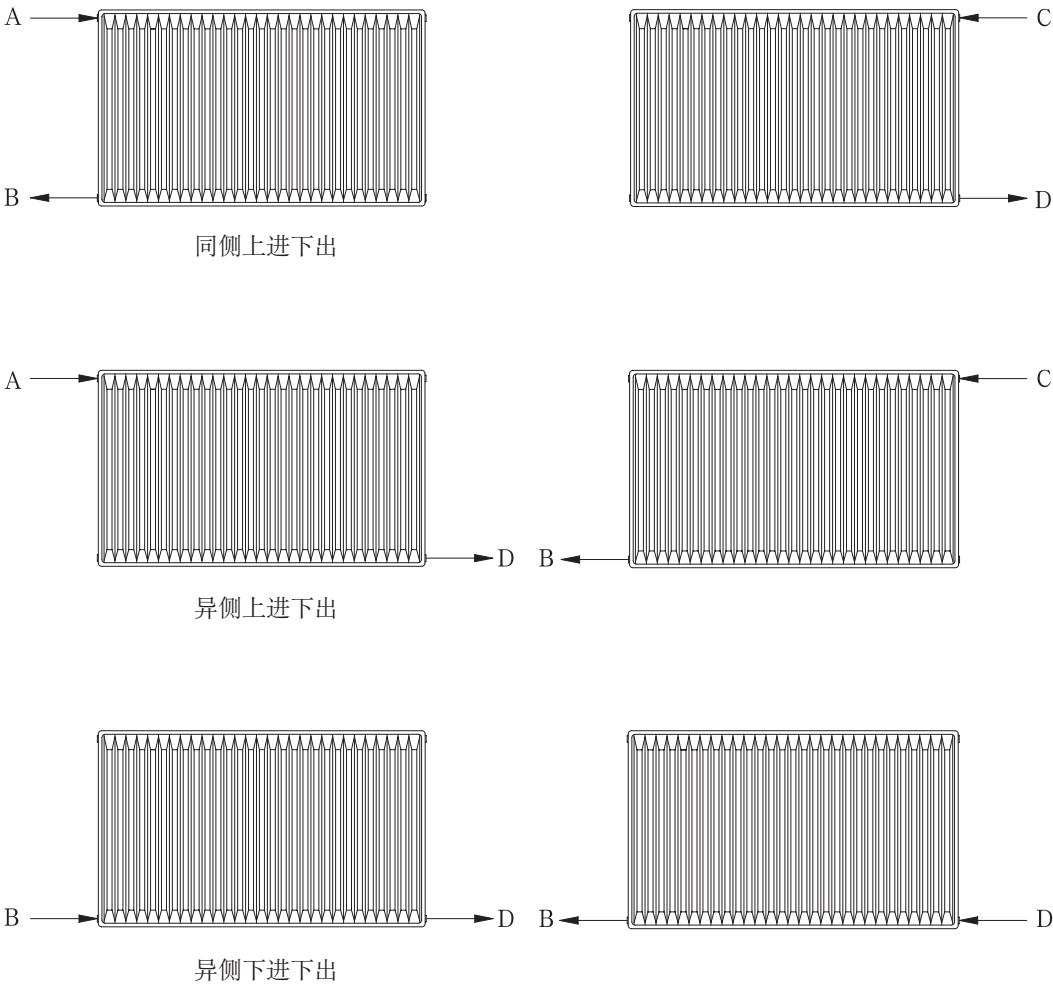

图 6.1
6.1 标准型 (图 6.1)
- 2) 侧进侧出型（连接方式同标准型，参见图 6.1)